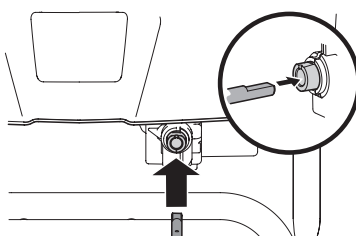

Figure 2-39
5. Enfoncez l'autre extrémité de la tige de commande de la goulotte dans le raccord sous le panneau de bord. Vérifiez que les extrémités plates de la tige et du raccord sont bien alignées. Il faudra peut-être tourner la tige pour que les deux surfaces s'alignent. Voir l'encadré de la Figure 2-39.